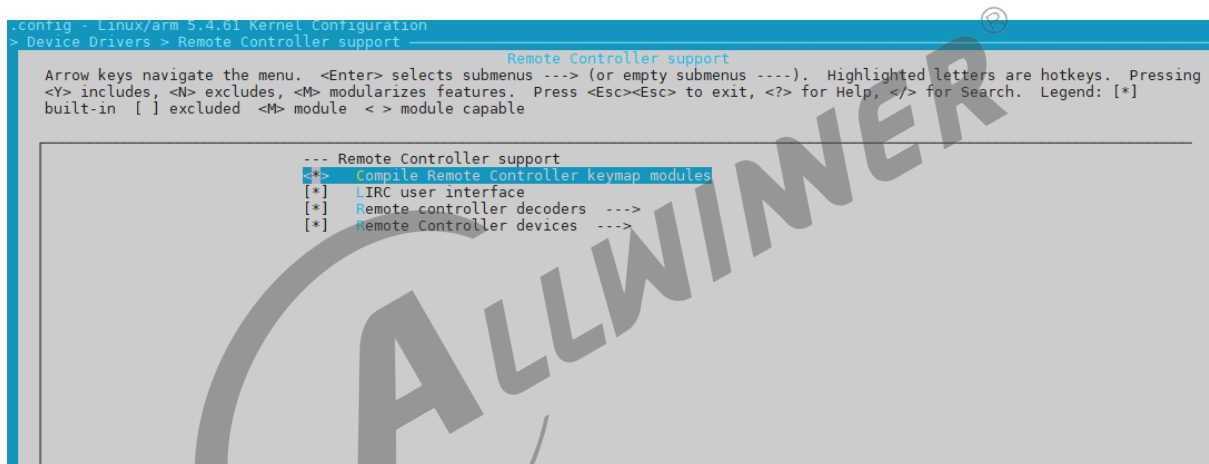

图 4-5: Linux-5.4 RC 配置图
1. 在 root 路径下执行 make kernel_menuconfig，进入 Device Drivers，然后按 PC 键盘的 R 键，可以快速定位到 “Remote Controller support” 选项中，然后进入该选项，选上图 4-5 中的选项。